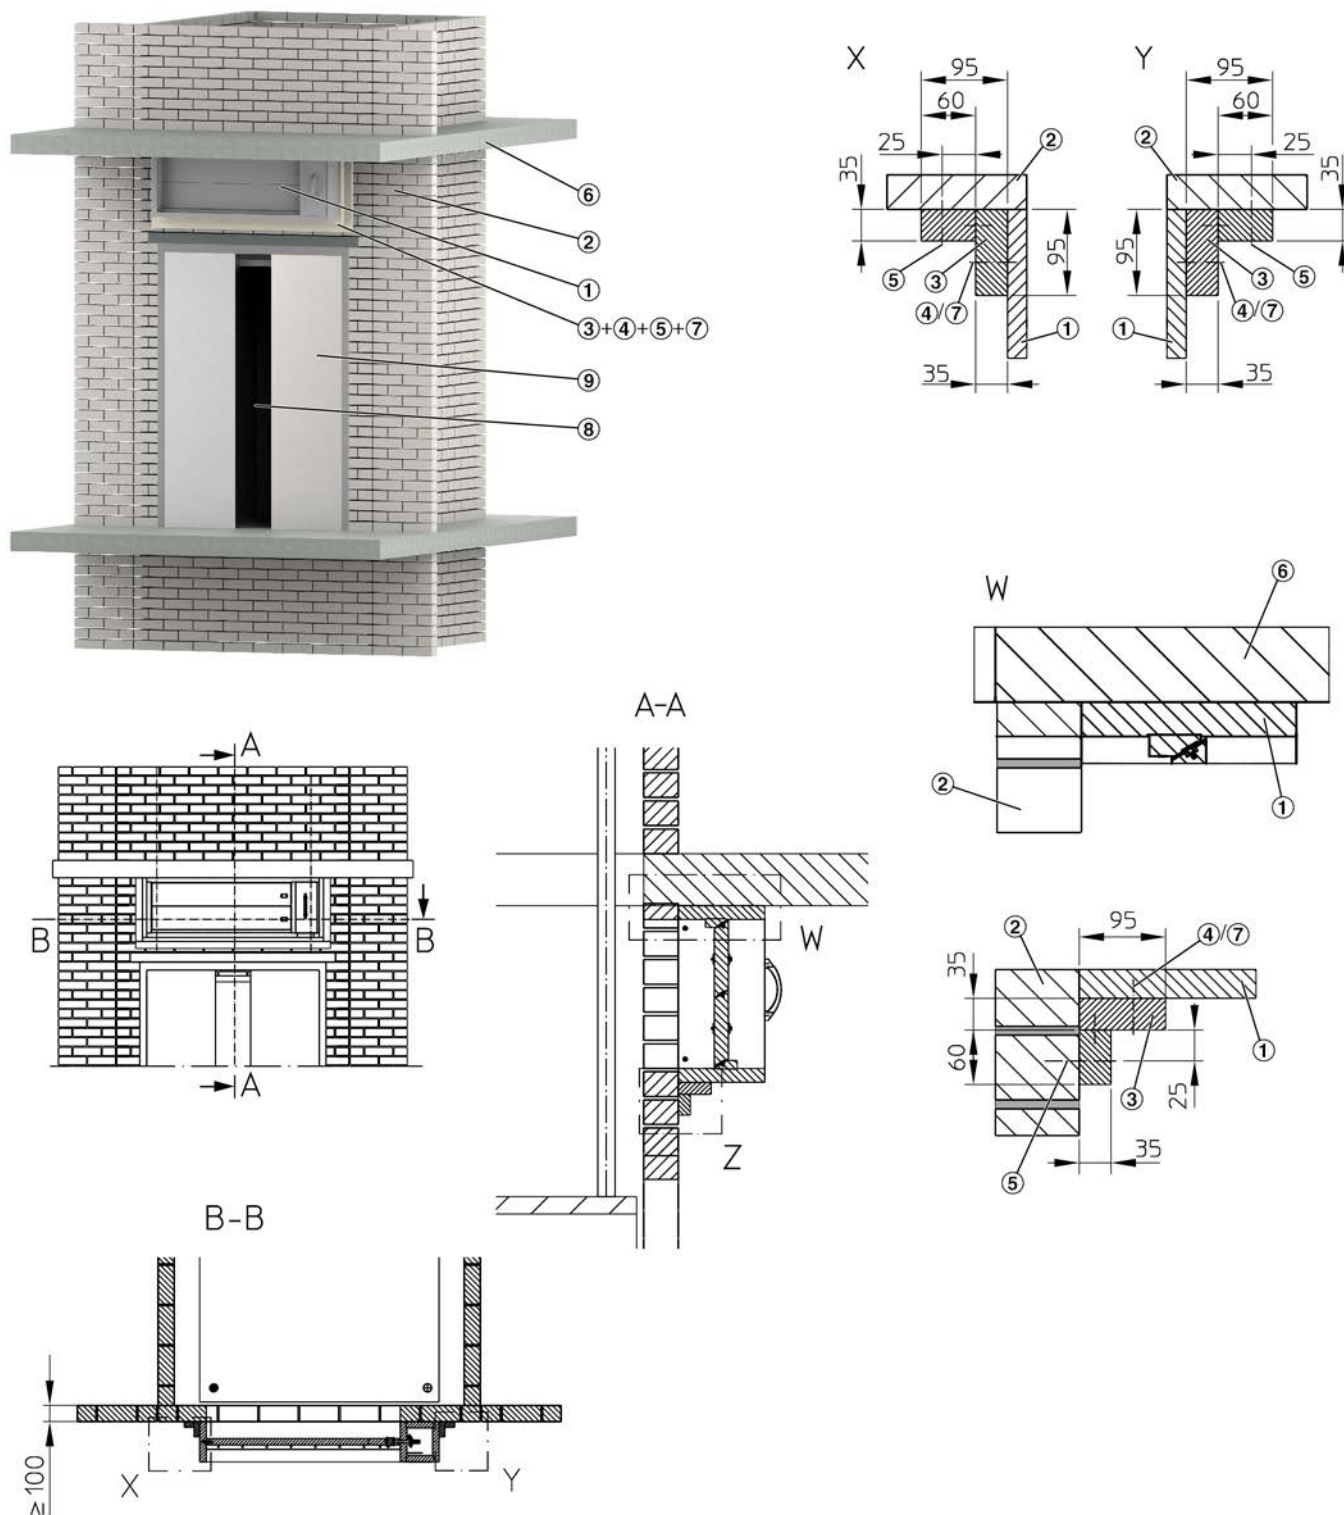

Fig. 25: Tørr mørtelfri montasje i massive vegger (heis for brann og redningstjeneste)
2. ▶ Bruk to platebiter av brannklassifisert plate til å lage en vinkelseksjon (Fig. 25 /3), fest så vinkelseksjonen til undersiden av røykkontrollspjeldet.
Påfør lim på skjøtene (Fig. 25 /2) mellom vinkelseksjonene og mellom vinkelseksjonene og sargen (f. eks. K84, Promat eller tilsvarende) fest deretter vinkelseksjonene med grovgjengede skruer 4 × 70 mm til sargen (forbore hull $\varnothing 3$ mm), avstand mellom skruene ≤ 200 mm.